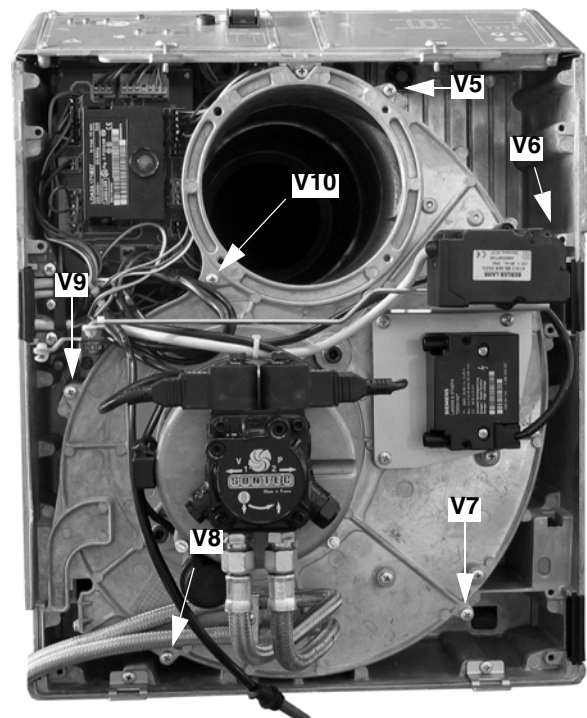

Fig. 26
- Rimuovere le 6 viti V5 - V10 che fissano la piastra componenti (Fig. 26).
- Rimontare la piastra componenti e fissare le 6 viti V5 - V10 (Fig. 26).